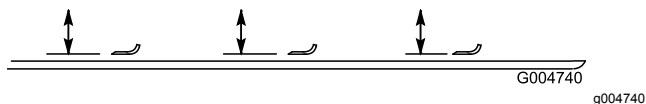

Figure 128
2. Tournez la lame dans le sens longitudinal et mesurez la distance entre l'intérieur de l'unité de coupe et le tranchant à l'avant de la lame (Figure 128).